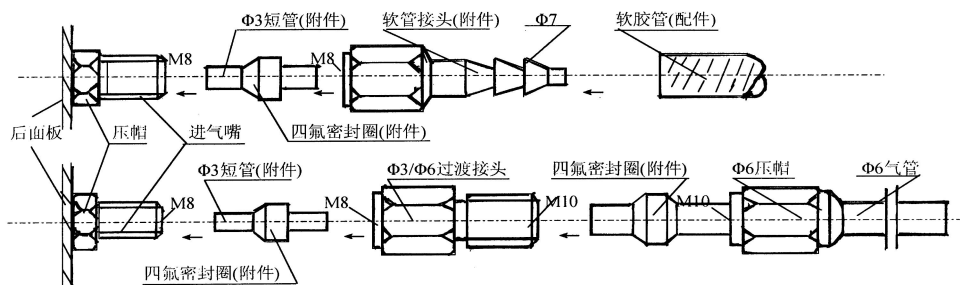

图 4 塑胶软管和Φ6mm 金属管接入时，过渡接头的连接示意图
- 3.2.3、进气管线使用Φ3mm×0.5mm 不锈钢管，现场如使用Φ6mm 金属管或Φ7mm 塑胶软管都可以方便的连接。本仪器随机配有Φ6mm 管线用的过渡接头和软管接头，可选择使用。仪器进出气口的外丝螺纹为 M8×1，Φ6mm 管的过渡接头螺纹为 M10×1（外丝）/M8×1（内丝）。连接时采用挤压密封方式，密封垫圈为聚四氟乙烯材质（仪器出厂备件）见图 4 示意图。